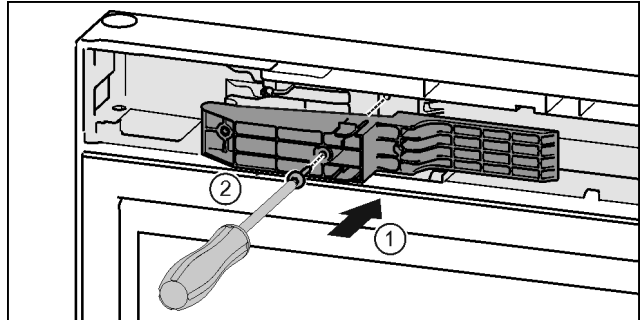

Fig. 47 *
- ▶ Rrotulloni menteshën në drejtimin e varjes. Fig. 47 (1)
- ▶ Vendosni bulonat me një kaçavidë T15 në vendin e varjes dhe në menteshë. Këtu bëni kujdes që gungat e kapjes të futen saktësisht në kanale. Fig. 47 (2)
- ▶ Shtyni kapakun mbulues të bazamentit mbështetës përgjatë krahut të menteshës dhe montojeni mbi vendin e varjes. Fig. 47 (3)
- ▶ Hiqni siguresën. Fig. 47 (4)
- ▶ Vendosni panelin mbulues anash dhe kthejeni për nga brenda. Fig. 47 (5)